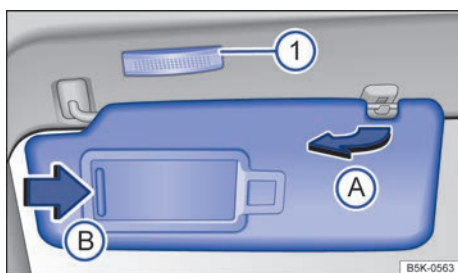

Fig. 80 Para-sol.
- Retirar o para-sol cuidadosamente do suporte segurando a base de fixação e virar na direção das portas → Fig. 80 (A).
No para-sol rebatido para baixo encontra-se um espelho de cortesia atrás de uma cobertura. Ao abrir a cobertura → Fig. 80 (B) uma lanterna se acende (1).